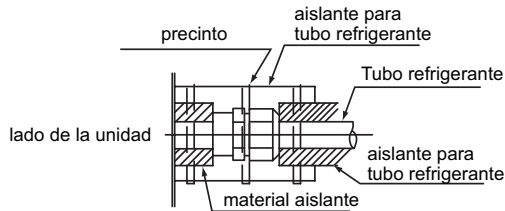

Fig. 5.3 Aislación de Tubos
- (3) Después de conectar la tubería de refrigerante, sellar las tuberías de refrigerante utilizando el material de aislamiento como se muestra en Fig5.3.